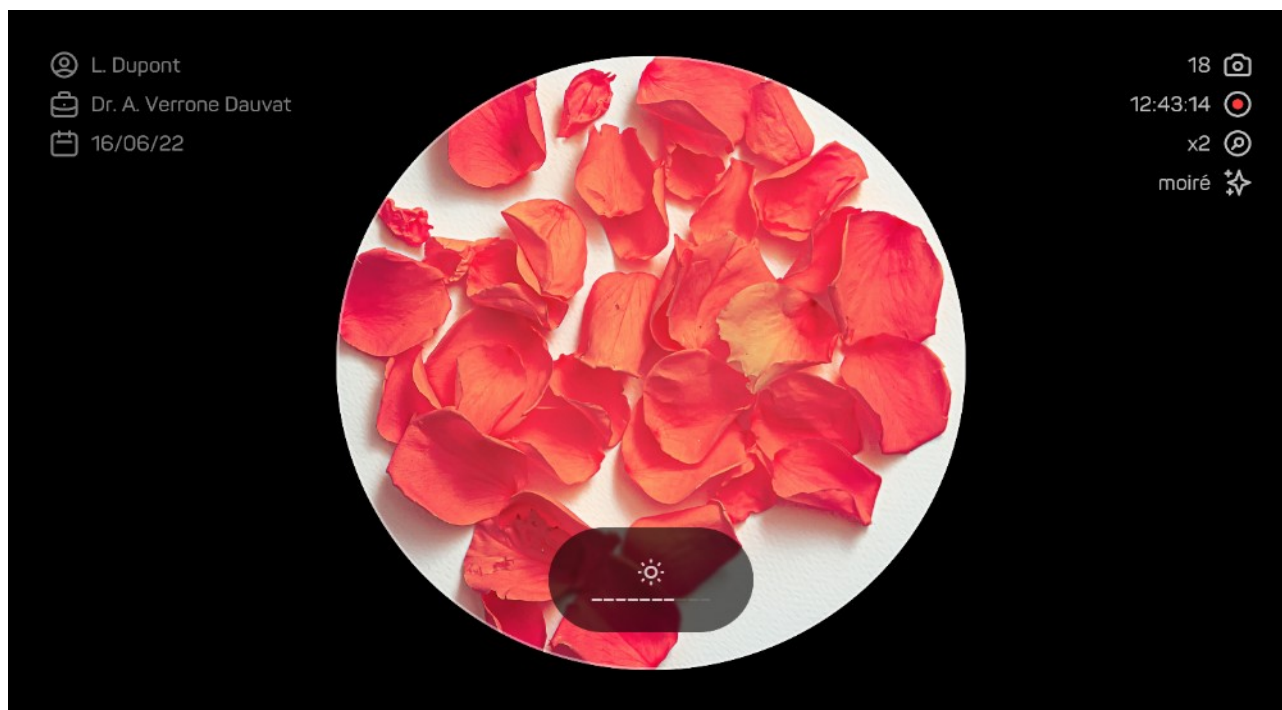

Рисунок 8 - Изменение интенсивности света
- Используйте кнопки "+" [5] и "-" [4] с правой стороны блока управления для увеличения или уменьшения интенсивности света (см. Рисунок 8).